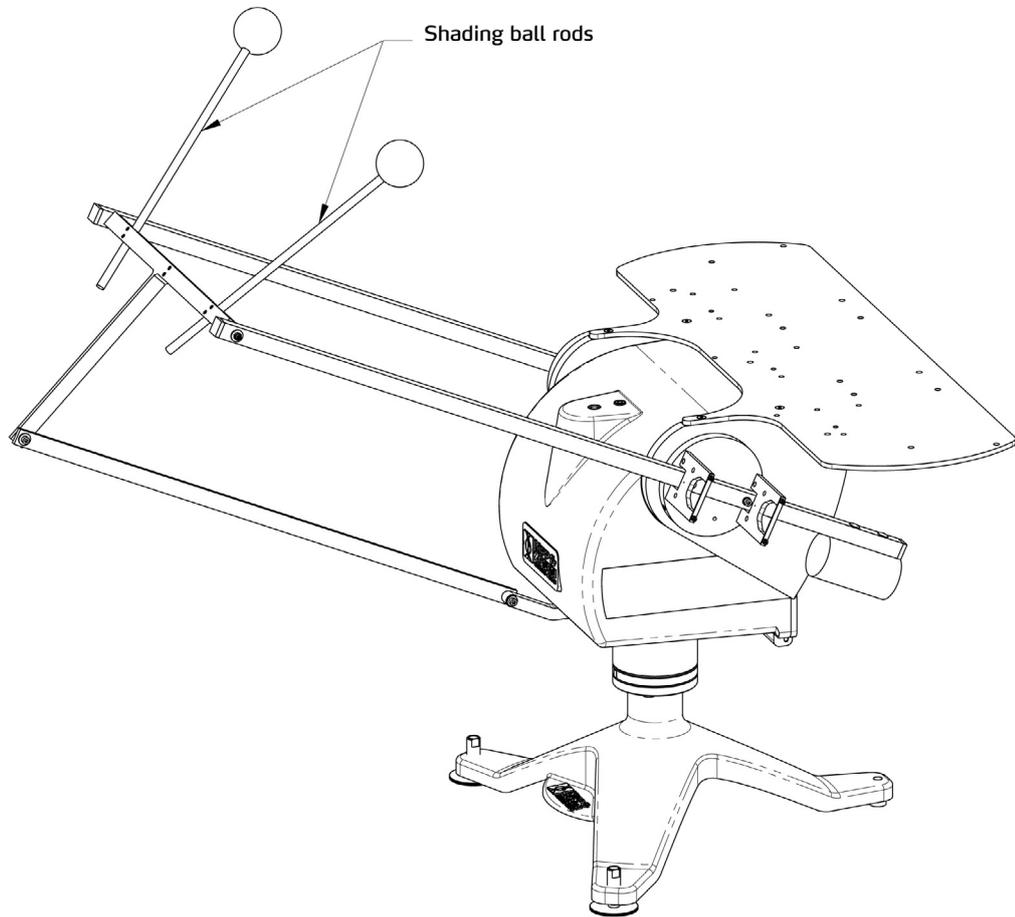

Figura 4.11: Montaje de las barras con unidad de sombreado
La unidad de sombreado consta varios componentes que, cuando se montan en el SOLYS 2, proporcionan una unidad mecánica para asegurar el sombreado preciso durante las operaciones de seguimiento solar normales, ver la figura 4.11.
- Instalar las Barras con unidad de sombreado deslizándolas en los agujeros designados. Ver la figura 4.11 para la colocación preliminar de las Barras con las esferas de sombreado en la barra T. El ajuste fino de las Barras de las esfera de sombreado, se tiene que hacer más adelante en el montaje, después del procedimiento de verificación del nivelado. NO SOBREPRETAR los tornillos de bloqueo, dificultaría ajustes más adelante en el procedimiento.